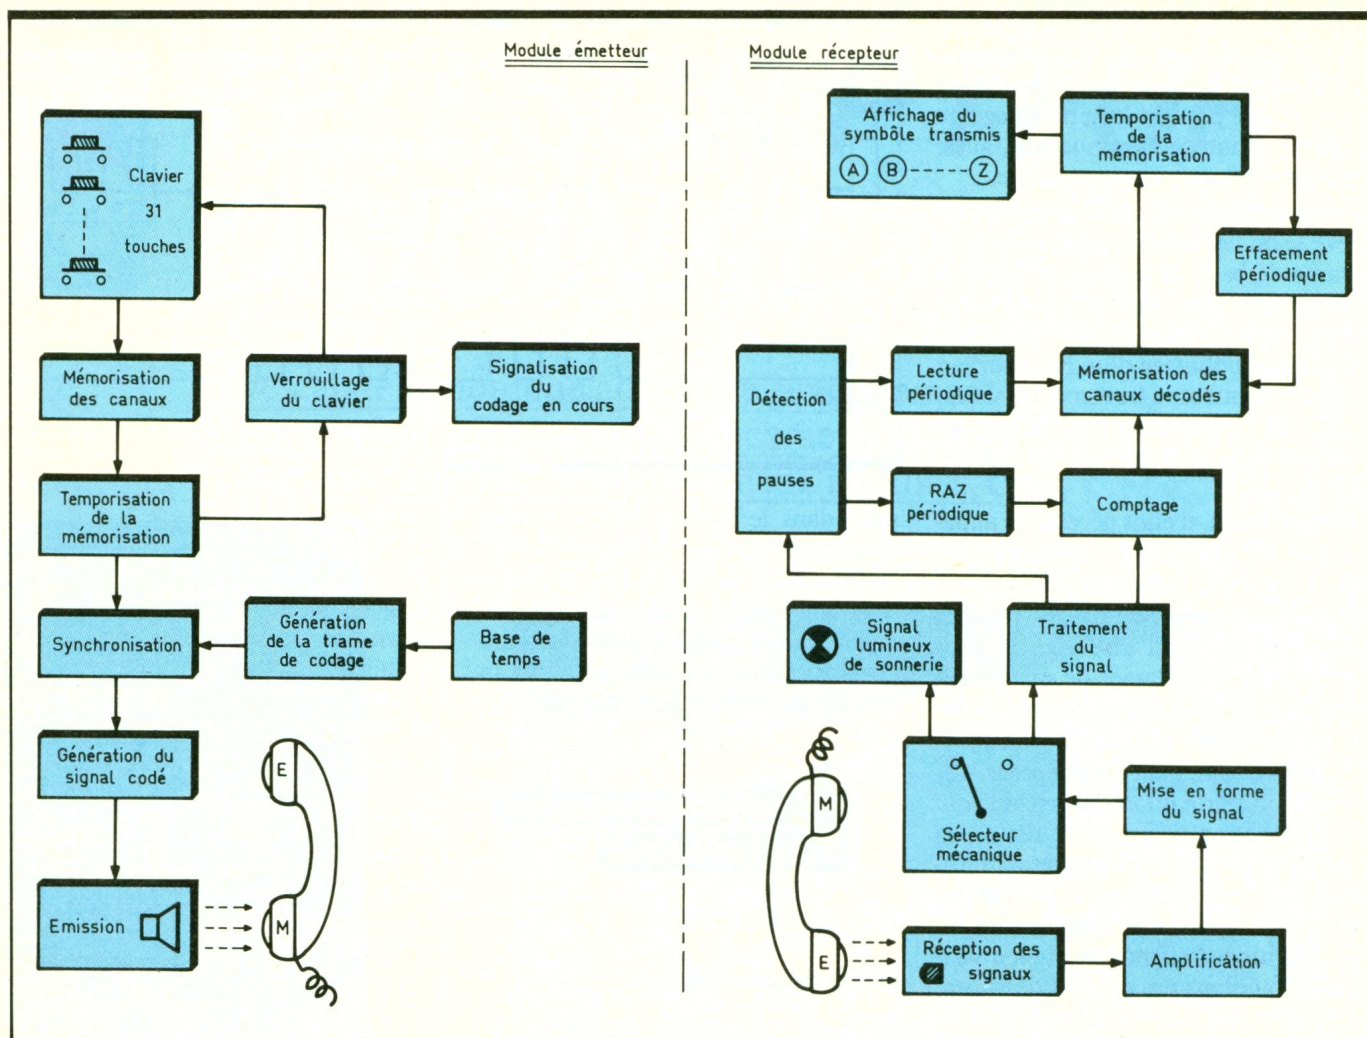

Fig. 2 Synoptique de fonctionnement.
b) Le principe de fonctionnement (fig. 2)